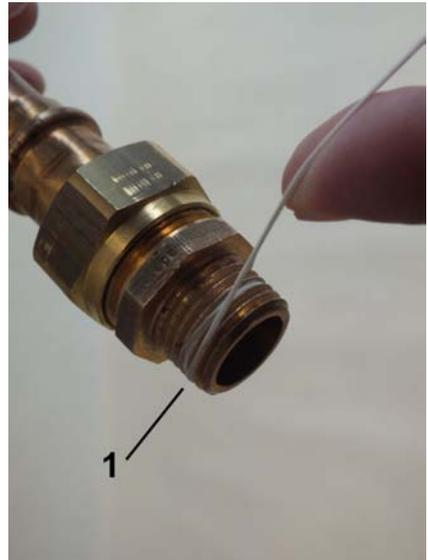

Abb. 8: Dichtfaden aufbringen
2. → Dichtfaden (Abb. 8/1) in Gewin-